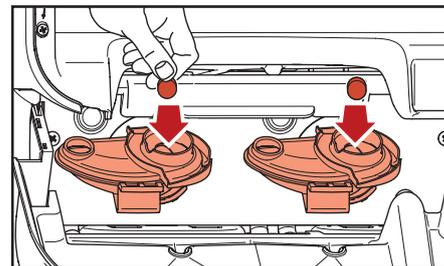

Fig. 5.4 - Inserire le pastiglie per pulizia Rinza
4. Inserire una pastiglia per pulizia Rinza in ciascuna delle vaschette di miscelazione (fig. 5.4).
- i. Inserire una pastiglia per pulizia Rinza in entrambe le vaschette di miscelazione (fig. 5.4).